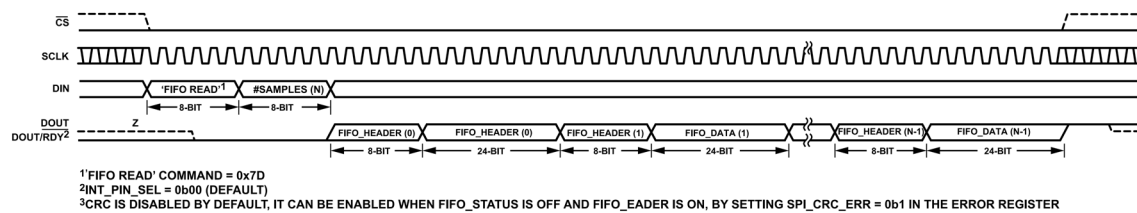
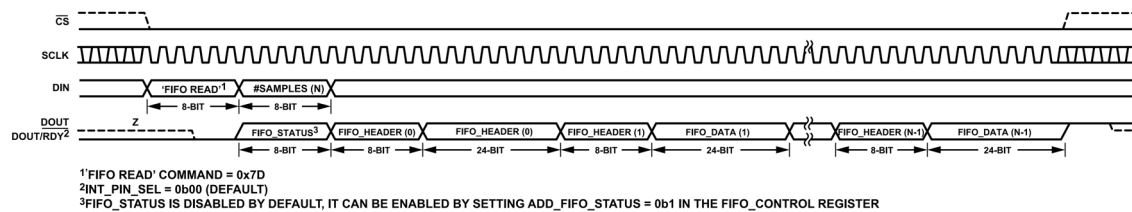

図 104. デフォルトの FIFO リードバック (FIFO_STATUS の追加なし、FIFO_HEADER の追加あり)
図 105. FIFO リードバック (FIFO_STATUS の追加あり、FIFO_HEADER の追加あり)
デフォルトでは、FIFO_HEADER がイネーブルされ、FIFO_STATUS の付加はディスエーブルされています。そのため、FIFO のリードバック図は図 104 のようになります。FIFO_STATUS の追加がイネーブルの場合は、FIFO のリードバック図は図 105 のようになります。
FIFO_STATUS レジスタの内容（表 71 参照）は、FIFO_CONTROL レジスタの ADD_FIFO_STATUS ビット（表 69 参照）を 1 に設定して、FIFO_DATA の前、および # samples (N) バイトの間に追加して読み出すことができます（図 105 参照）。このようにして、以前のエラーを検出して FIFO_DATA リードバックをアポートできます。